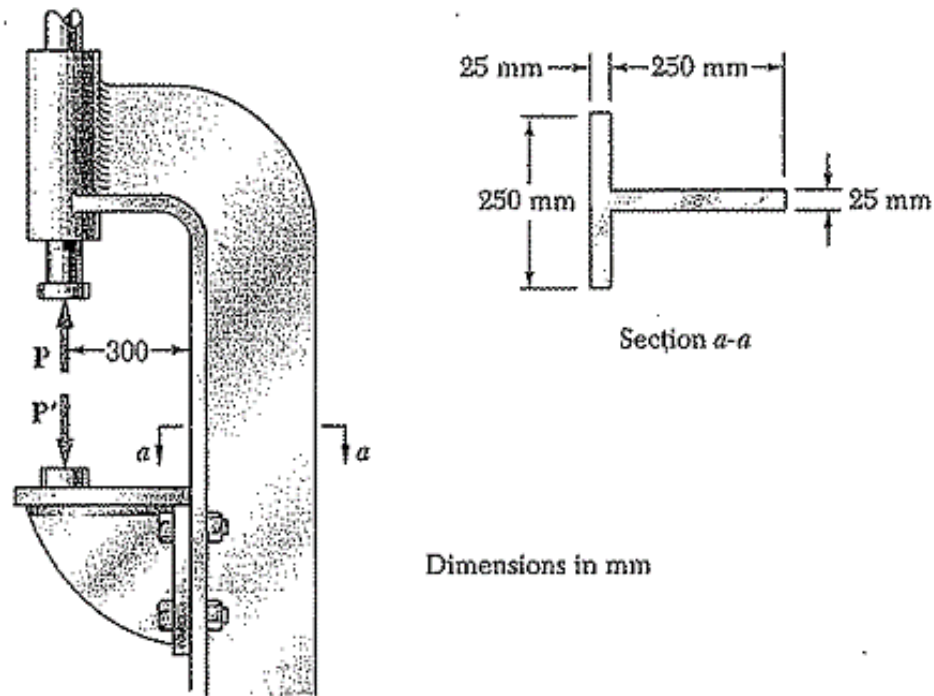

Figura 4.10
4.3.1 As tensões admissíveis na secção $a-a$ da Figura 4.10 são 40 MPa à tração e 80 MPa à compressão. Determine o valor máximo da carga P .